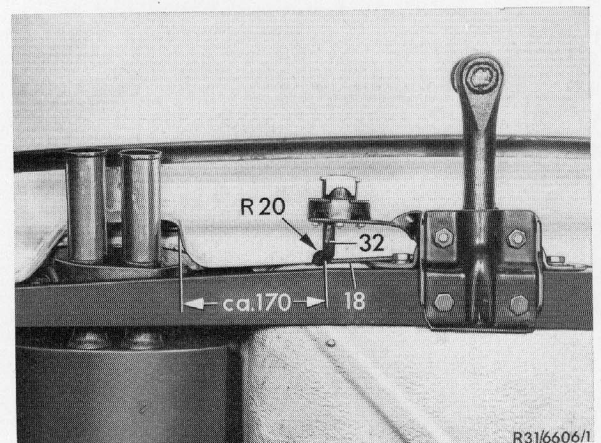

Bild 7
- 18** Isolierschlauch (32) über die Enden der beiden Zusatzleitungssätze schieben. Die Gummitülle (33) in die Steckdosenhalterung einsetzen und die beiden Zusatzleitungssätze hindurchziehen (Bild 7).
22 Ausschnitte an Verkleidung unter dem Stoßfänger anzeichnen, ausarbeiten und blanke Stellen mit Lack überstreichen. Anschließend Kantenschutz (18 und 19) unten an der Verkleidung aufschieben und verkleben. Stoßfänger wieder montieren (Bild 7 und 8).